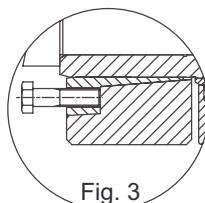

Fig. 3
- (2 parafusos a 180° - 4 parafusos a 90°) nos furos de extração do anel interno (ver a fig. 3).